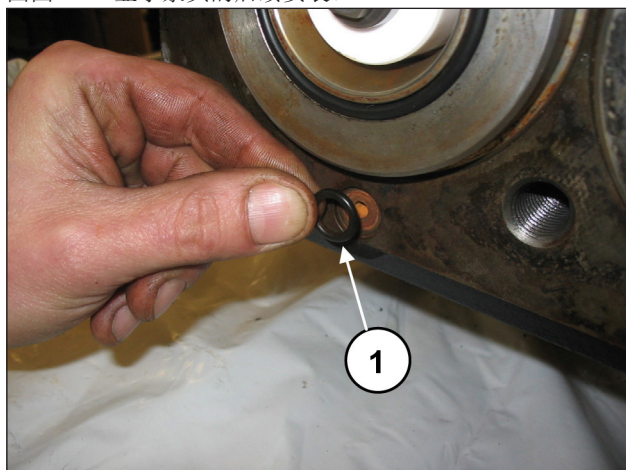

图 171
将O形圈安装在再循环孔（位置 ①，图 171）中。轻微涂抹润滑脂，以便将O形圈保持在底座中。